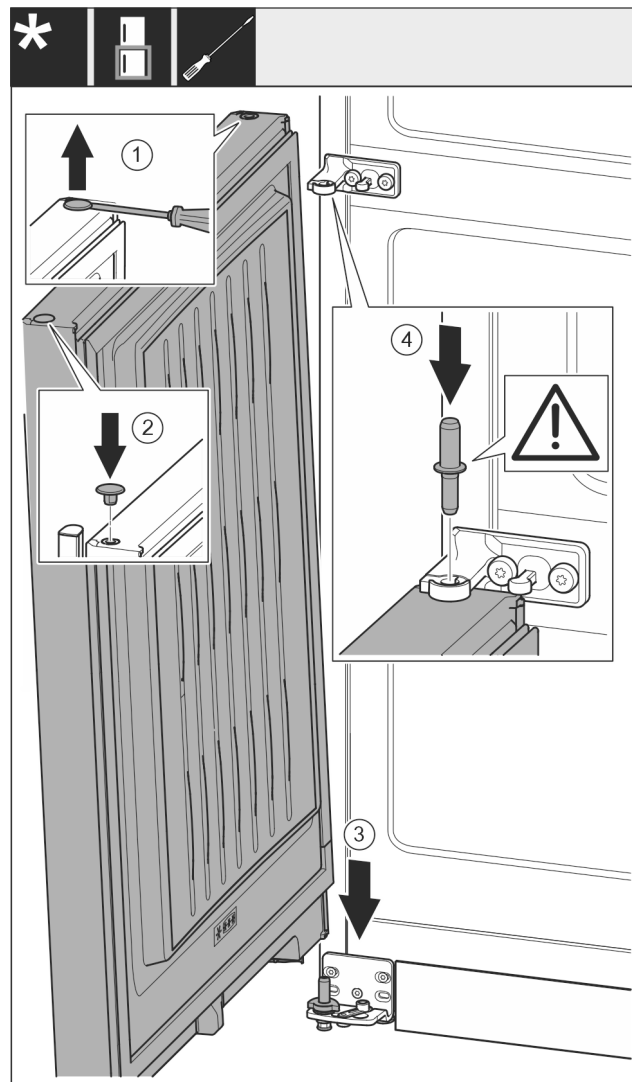

Fig. 24
- ▶ Stopfen Fig. 24 (1) vorsichtig mit einem Schlitzschraubendreher anheben und herausziehen.
- ▶ Stopfen Fig. 24 (2) auf der anderen Türseite wieder einsetzen.
- ▶ Tür Fig. 24 (3) von oben auf den unteren Lagerbolzen aufsetzen.
- ▶ Lagerbolzen Mitte Fig. 24 (4) durch Lagerbock Mitte in die untere Tür einsetzen. Dabei darauf achten, dass der Rastnocken nach hinten zeigt.